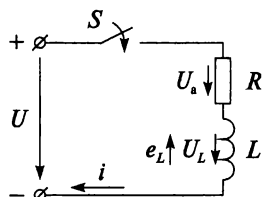
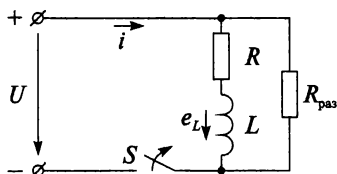

Рис. 15.1
Рис. 15.5
Подключим катушку индуктивности (рис. 15.1) с параметрами R и L к источнику постоянного напряжения U .
контактами. Воздушный промежуток пробивается и образуется искра. При большой мощности источника искровой разряд может перейти в дуговой. Для гашения электрической дуги рубильники, как правило, имеют дугогасительные устройства. Избежать значительного повышения напряжения можно, если одновременно с отключением катушки индуктивности от источника постоянного напряжения замкнуть ее на разрядное сопротивление $R_{\text{раз}}$ (рис. 15.5). Таким образом, например, отключаются обмотки возбуждения машин постоянного тока.
При включении катушки на постоянное напряжение (см. рис. 15.1) происходит накопление энергии в магнитном поле катушки за счет энергии источника, т.е. катушка является приемником энергии. При этом ток и ЭДС самоиндукции имеют противоположное направление.
При отключении цепи от источника постоянного напряжения (см. рис. 15.5) ток в короткозамкнутом контуре не исчезает мгновенно. Он будет поддерживаться в течение некоторого времени за счет энергии магнитного поля катушки, т.е. катушка является в данном случае источником энергии, и направление тока теперь совпадает с направлением ЭДС самоиндукции. Но на активном сопротивлении происходит преобразование электрической энергии в тепловую, запас энергии магнитного поля катушки уменьшается, а следовательно, уменьшается и ток в цепи. Ток в короткозамкнутом контуре будет проходить до тех пор, пока вся энергия, запасенная в магнитном поле катушки, не превратится в тепло на активном сопротивлении.
Скорость уменьшения тока зависит от постоянной времени для короткозамкнутого контура (см. рис. 15.5):
8. Сравните величину постоянной τ времени при включении (см. рис. 15.1) и отключении (см. рис. 15.5) катушки индуктивности от источника постоянного напряжения.